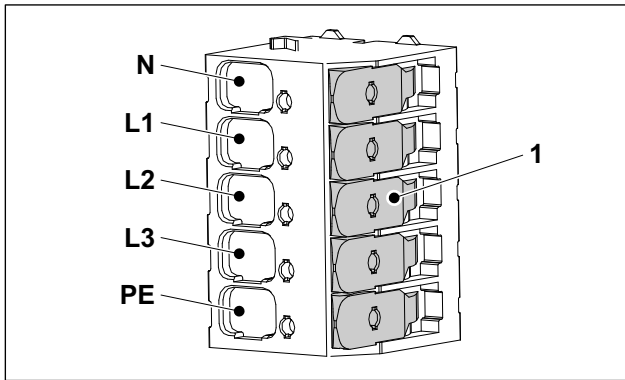

Fig. 5 Morsetti della tensione di alimentazione
- Collegare i singoli conduttori della linea di alimentazione come indicato in figura (fig. 5). Se la tensione di alimentazione è monofase, il conduttore di fase deve essere collegato al morsetto L1. Nell'allacciamento monofase i morsetti L2 e L3 non vengono utilizzati.
Il collegamento dei conduttori alla morsettiera non richiede attrezzi. Aprendo la levetta (fig. 5/1), il corrispondente morsetto si apre e consente di inserire il conduttore di alimentazione. Richiudendo la levetta, il conduttore viene bloccato all'interno del corrispondente morsetto. Si deve evitare di azionare contemporaneamente più di una levetta.